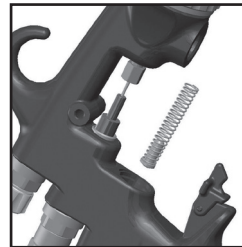

Fig. 29
4. Quitar el resorte con la almohadilla del resorte. (Ver Fig. 29)
9. Insertar el nuevo resorte, asegurando que el extremo con el soporte del cojinete de plástico vaya primero. (Ver Fig. 29)